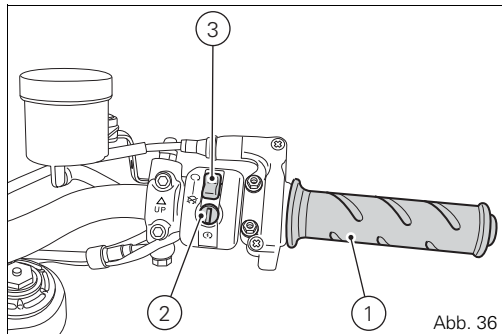
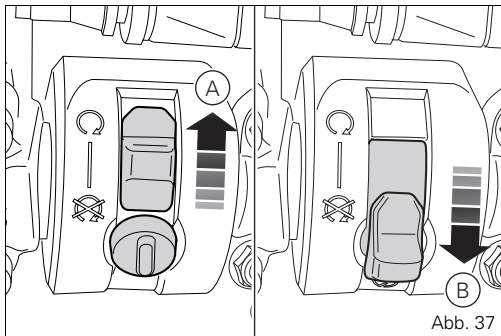

Abb. 36
Abb. 37
- 1) wird der Code erkannt, deaktiviert das Schutzsystem die Motorsperre. Auf das Drücken der START-Taste (2, Abb. 36) hin, springt der Motor an.
Rechter Umschalter (Abb. 36 und Abb. 37)
- Position  (RUN) = Motorbetrieb (A, Abb. 37);
- Position  (OFF) = Motorstopp (B, Abb. 37).
Gasdrehgriff (Abb. 36)